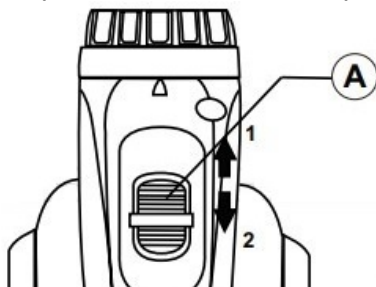

Рисунок 2. Схема налаштування діапазонів швидкостей.
5.1.5 Налаштування та регулювання швидкості обертання виробу (рис. 2).
- для вибору швидкості обертання у межах 0...400 об/хв перевести повзунок (А, рис. 2) до упору в позицію (1, рис. 2), цей діапазон
– для вибору швидкості обертання у межах 0...1400 об/хв перевести повзунок (А, рис. 2) до упору в позицію (2, рис. 2), цей діапазон використовується переважно для свердління серійних отворів невеликого діаметра у деревині та подібних матеріалах.